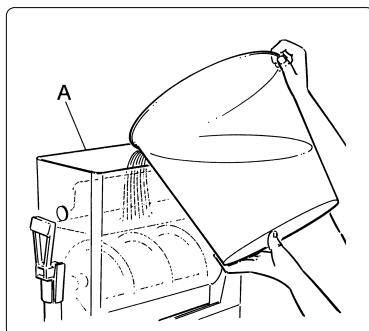

Fig. 4
- Verter el producto obtenido en el depósito (A), (ver fig. 4).